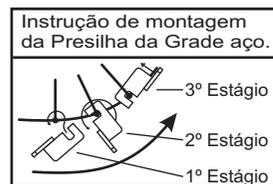
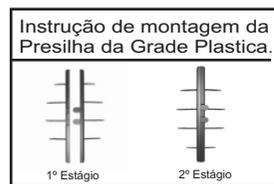

Fig 02
Fig 03
- 3º- coloque a porca (03) na ponta do eixo do motor, apertando-a em sentido **anti-horário**,(esquerda) até encostar na hélice.
- 4º- Posicione a grade dianteira (02), em frente a grade traseira (07), engate as presilhas distribuídas em toda a circunferência da grade. Conforme Fig.02/Fig.03.
- 5º- Encaixe o acabamento da grade (01) de maneira que o logotipo Ventilol fique na posição horizontal.